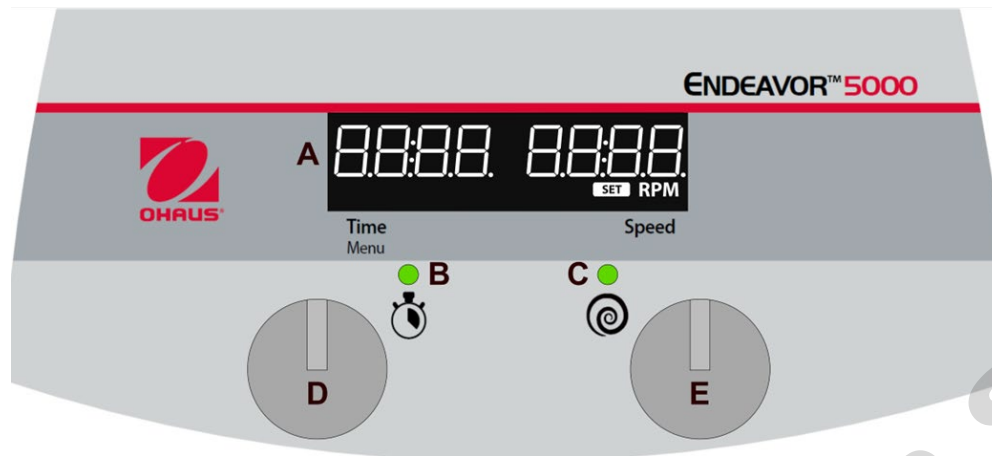

Figura 1: Pannello di controllo digitale Endeavor 5000
2. Quando il timer è impostato su un qualsiasi orario compreso tra 00:01 e 99:59, il timer conterà alla rovescia rispetto al tempo impostato una volta attivata la funzione di scuotimento e l'**indicatore di stato del timer (B)** si illuminerà.
- c. Quando il timer raggiunge le 00:00 in modalità conto alla rovescia le funzioni di scuotimento si disattivano, l'unità emette un bip 1 volta e sul display compare "**End**" (**A**, Figura 1).
1. Ruotare la **manopola per la regolazione del tempo (D)**, Figura 1).
- c. Premere rapidamente la **manopola per la regolazione del tempo (D)** per selezionare il valore dei minuti
- e. Ruotare la **manopola per la regolazione del tempo (D)** per regolare il valore delle ore
- f. Premere rapidamente la **manopola per la regolazione del tempo (D)** per verificare il valore delle ore e l'impostazione del timer
1. Ruotare la **manopola per la regolazione della velocità (E, Figura 1)** sull'impostazione desiderata
1. Tenere premuta la **manopola per la regolazione della velocità (E)** finché l'unità non emette un bip e l'**indicatore dello stato di funzionamento (C, Figura 1)** non si illumina.
- In modalità inattiva, tenere premuta la **manopola per la regolazione del tempo (D)** finché non viene visualizzato "MENU"
- Premere rapidamente la **manopola per la regolazione del tempo (D)** o la **manopola per la regolazione della velocità (E)**.
- Per selezionare una condizione operativa di richiamo, tenere premuta la **manopola per la regolazione della velocità (E)** finché l'unità non emette un bip e l'**indicatore dello stato di funzionamento (C)**, Figura 1) non si illumina.